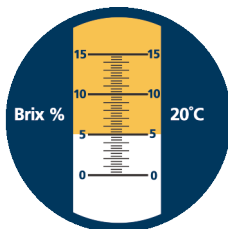

Figura 2. Una escala de refractómetro típica
Coloque unas gotas de agua (usada para la mezcla) entre la cubierta de plástico (6) y el prisma (7). Sujete el refractómetro horizontalmente y apúntelo hacia una fuente de luz. Mire en el visor (1) y ajuste la perilla de calibración de la escala (4) hasta que la línea límite que separa las zonas claras y oscuras de la escala esté alineada con la línea cero de la escala. La figura 2 muestra una escala de refractómetro típica.
El factor del refractómetro para Q8 Brunel XF 741 = 1,70 una lectura de 5,0 en la escala del refractómetro, como se ve en la figura 2, multiplicada por el factor del refractómetro de 1,70 da una concentración de producto del 8,5 %.